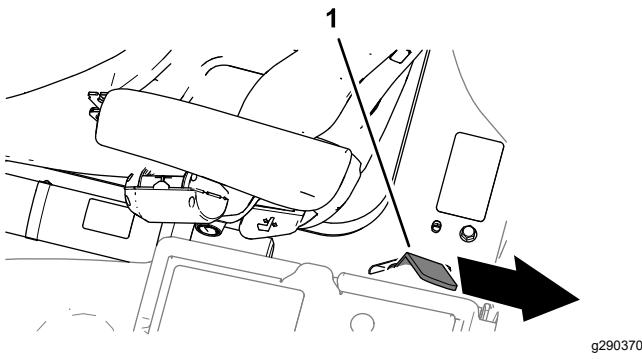

Figura 47
3. Baje la plataforma del todo y mueva la palanca de cierre de la plataforma hacia la parte trasera de la máquina hasta que el cierre se enganche del todo en la barra de bloqueo (Figura 47).